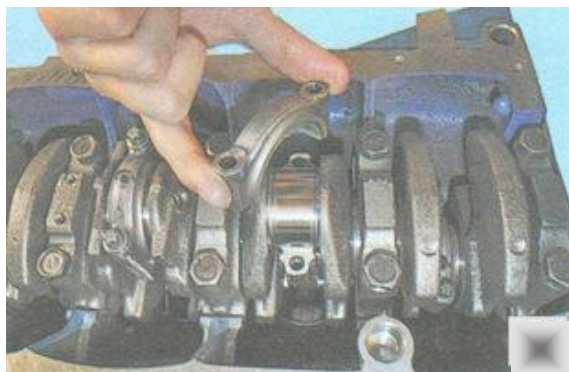

Рис. 1.16. Крышки шатуна
28. Проверните коленвал так, чтобы снимаемый поршень был в нижней мертвой точке (НМТ). Выворачиваем два болта крепления крышки шатуна (рис. 1.16). Снимаем крышку шатуна. Если демонтаж крышки шатуна затруднен, предварительно поступим несильными ударами молотка. Номер цилиндра на крышке